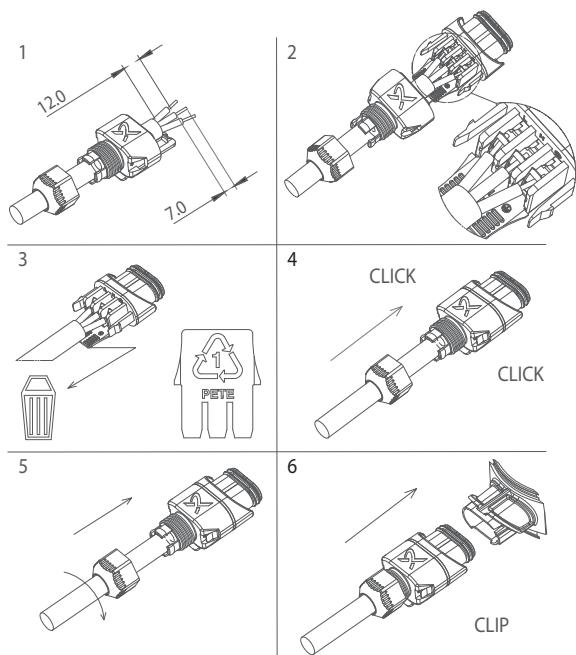

Рис. 10 Установка электроразъема
- Подключите насос к сети электропитания с помощью электроразъема, поставляемого с насосом. См. рис. 10, этапы 1-6.